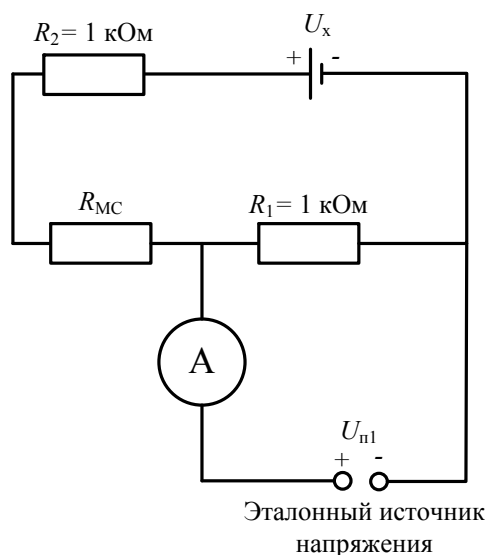

Рисунок 3 – схема экспериментальной цепи
6. Собрать электрическую схему, представленную на рис. 3.
4. По данным таблицы 2 определить значение напряжения, измеряемого компенсационным методом по схеме, представленной на рис. 3 по формуле:
5. По данным таблицы 2 определить абсолютную погрешность измерения напряжения компенсационным методом измерения по схеме, представленной на рис. 3 по формуле:
6. По данным таблицы 2 определить относительную погрешность измерения напряжения компенсационным методом измерения по схеме, представленной на рис. 3 по формуле: